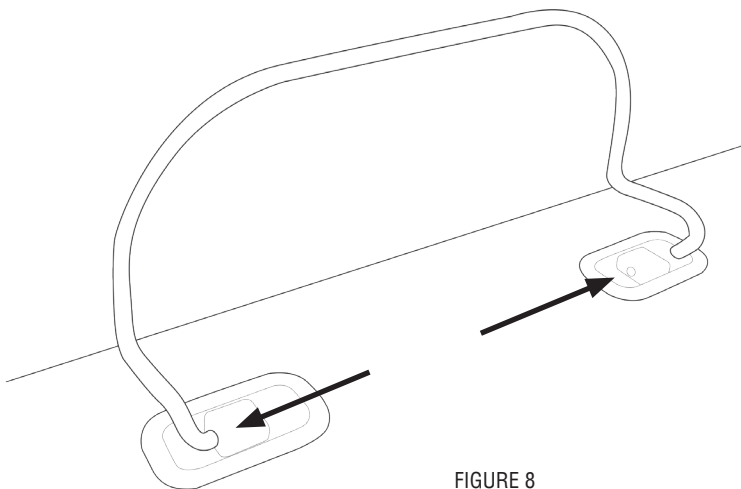

FIGURE 8
**COVERED PANEL BASE** - Placez une des extrémités de la retenue de matelas dans le trou extérieur de l'insertion gauche et placez l'autre extrémité dans le trou extérieur de l'insertion droite (FIGURE 8).